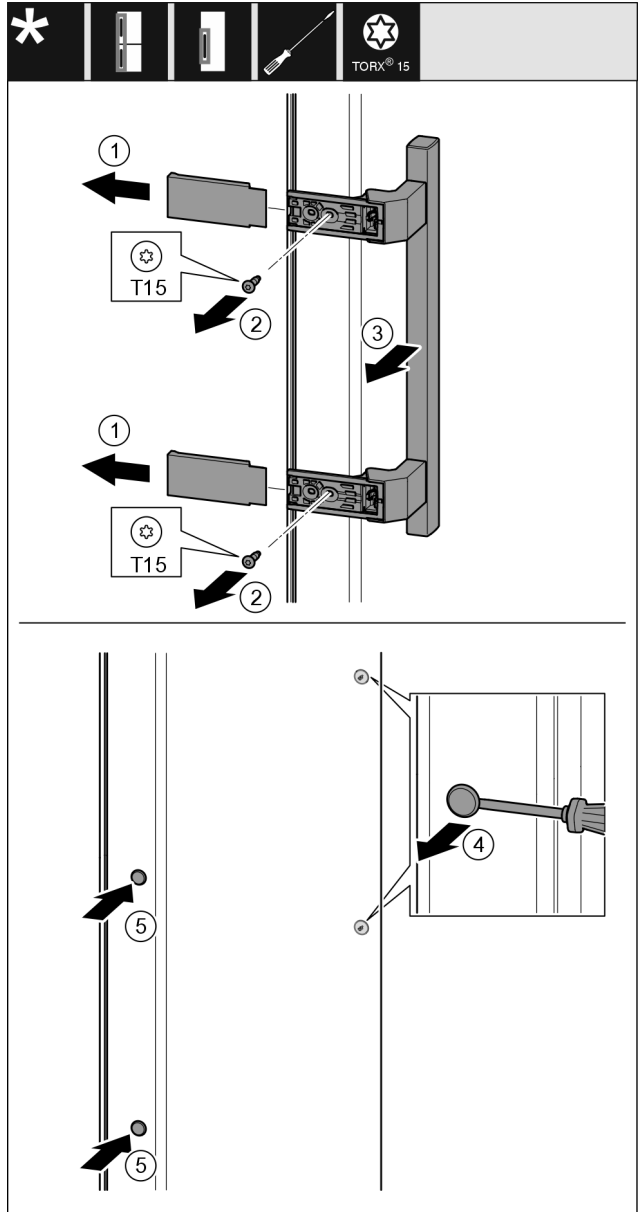

Fig. 21
- Retirer le cache Fig. 21 (1).
- Retirer les vis Fig. 21 (2) avec un tournevis.
- Retirer la poignée Fig. 21 (3).
- Soulever et retirer avec précaution le cache latéral Fig. 21 (4) avec un tournevis plat.
- Remplacer le cache Fig. 21 (5) de l'autre côté.